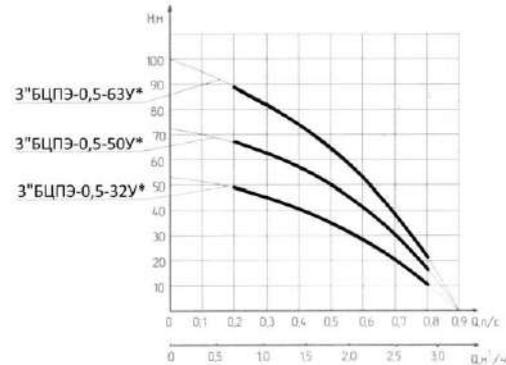

Рис.2. Напорные характеристики электронасосов 3"БЦПЭ-0,5
Напорные характеристики электронасосов приведены на рис. 2.
• соединить электронасос с помощью переходников с напорным трубопроводом не менее 1 дюйма 9см. Рис. 4) для обеспечения объемной подачи 9см. Рис. 2)